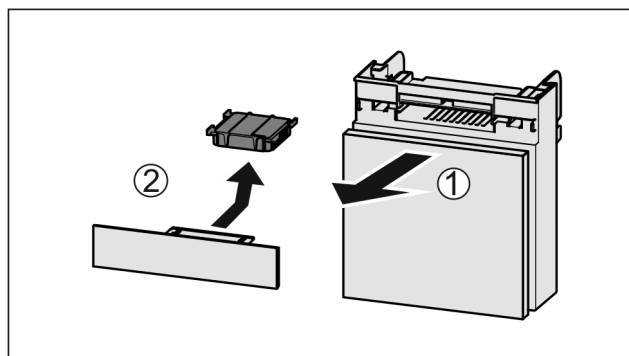

Fig. 91
- ▶ Wyciągnąć Fig. 91 (1) komorę do przodu.
- ▶ Wyjąć Fig. 91 (2) filtr z węglem aktywowanym.